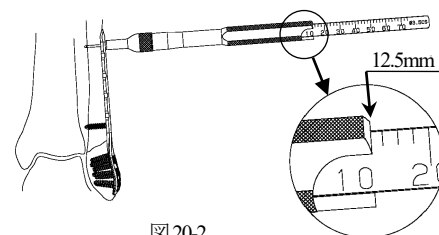

図 20-2
3.5 コーティカルスクリュー (S) を挿入する場合は、3.5 コーティカルスクリュー (S) 用デプスゲージで計測します。(図 20-2)